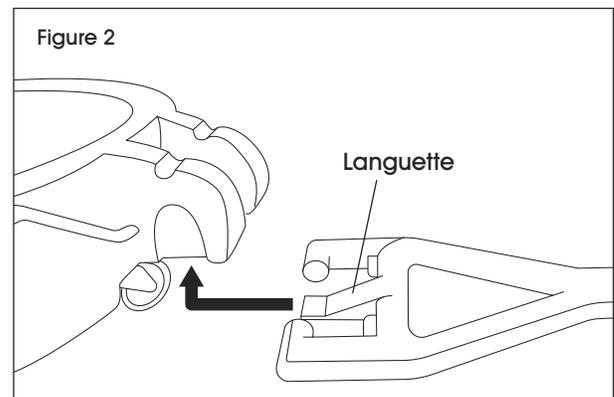

Figure 2
5. Tournez le chariot à l'endroit et placez le manche près du chariot avec la languette tournée vers le haut. (Voir Figure 2)
6. Faites glisser le manche à l'intérieur, puis poussez-le vers le haut pour l'accrocher au chariot. (Voir Figure 2)